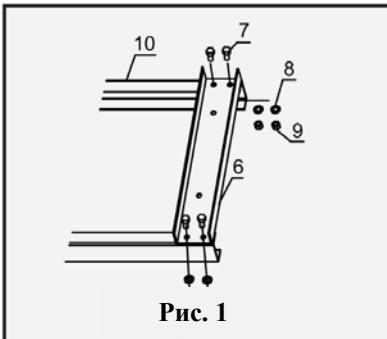

Рис. 1
- Установите стойки рамы (10) на устойчивую плоскую и выровненную поверхность. Совместите отверстия на верхней балке (6) с отверстиями стоек рамы (10) и закрепите их при помощи болтов (7), шайб (8) и гаек (9). Смотрите рис. 1.